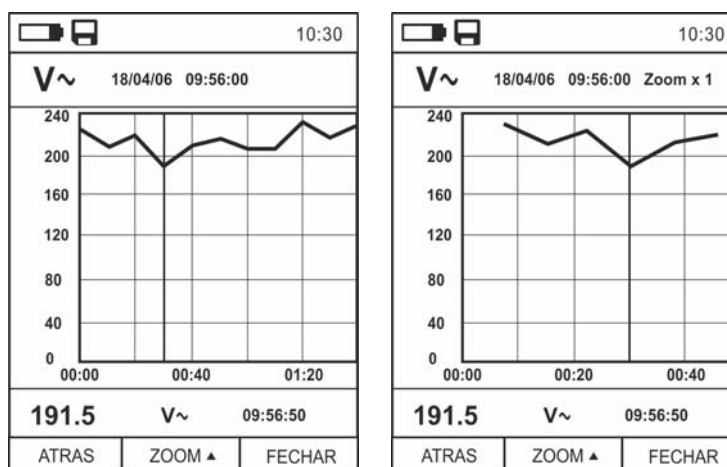

Fig. 35: Função data logger – Visualização do gráfico da gravação
17. Premir o botão **MODE (TENDEN)** para visualizar no display o gráfico da gravação e a respetiva evolução (Trend). No display é apresentado o ecrã da Fig. 35 – parte esquerda.
19. Premir o botão ▲ (**ZOOM**) para ativar (se disponível) o Zoom dos valores no gráfico (ver Fig. 35 – parte direita) com o objetivo de aumentar a resolução. A indicação “Zoom xY” onde Y = dimensão máx. do zoom aparece na parte superior do display. É possível um zoom X1 para pelo menos 10 pontos de medida, X2 para pelo menos 20 pontos de medida, X3 para pelo menos 40 pontos de medida e assim por diante para um máximo de 6 operações de zoom